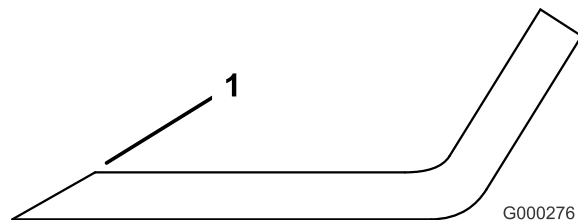

Figure 96
1. Au moyen d'une lime, aiguissez les tranchants à chaque bout de la lame (Figure 96).